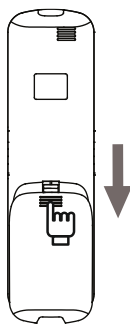

Fig. 2.6
- 1) Far scorrere il coperchio sul retro del controller nella direzione indicata dalla freccia (vedere Fig. 2.6).